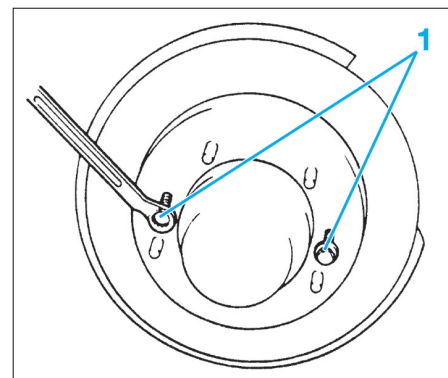

FIG. 14
- Se munir de deux vis (1) de 8 mm et les serrer une à une dans les trous filetés prévus à cette effet (Fig.14).